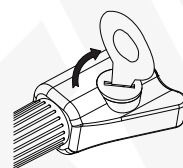

Fig.3
- Coloque a tampa da bateria de volta e gire-a no sentido horário para fixá-la (fig.3)